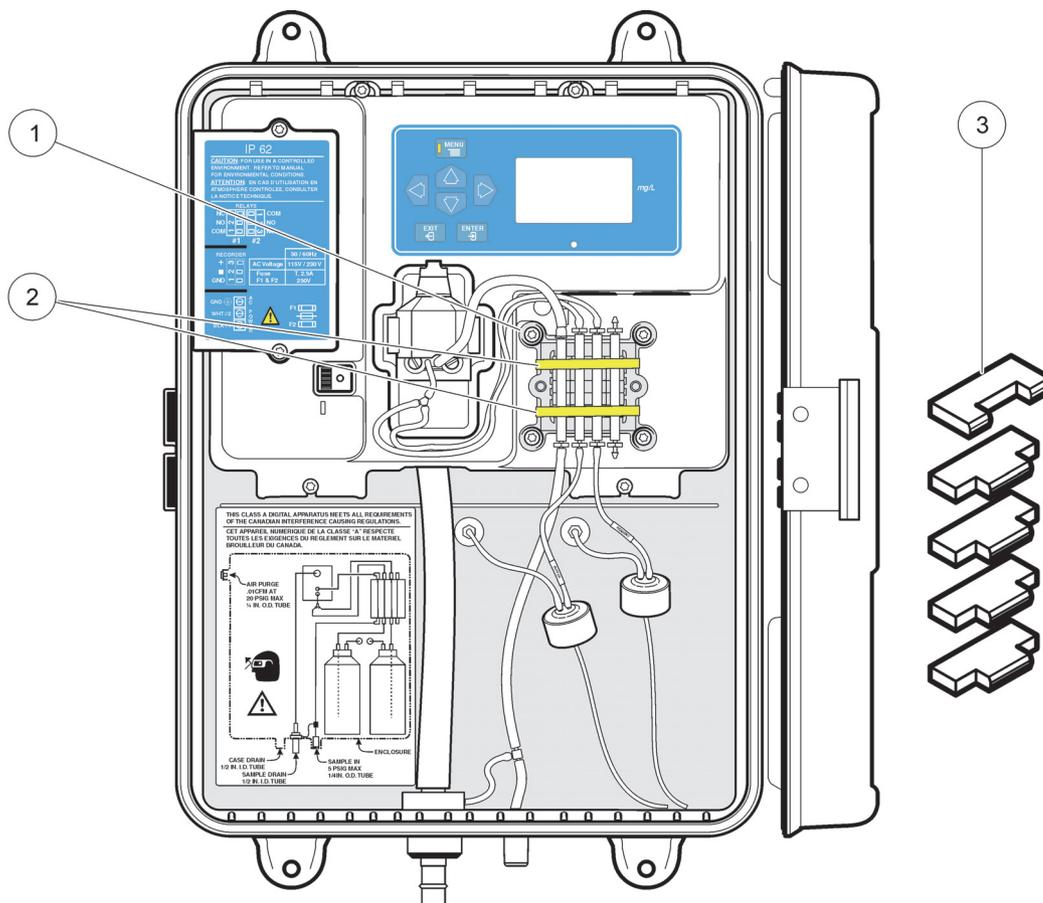

Abbildung 17 Installieren der Klemmblocke für das Pumpe/Ventil-Modul
2.3 Vergewissern Sie sich, dass die einzelnen Klemmblocke so positioniert sind, wie in **Abbildung 17** gezeigt, mit dem anders geformten Block ganz oben.